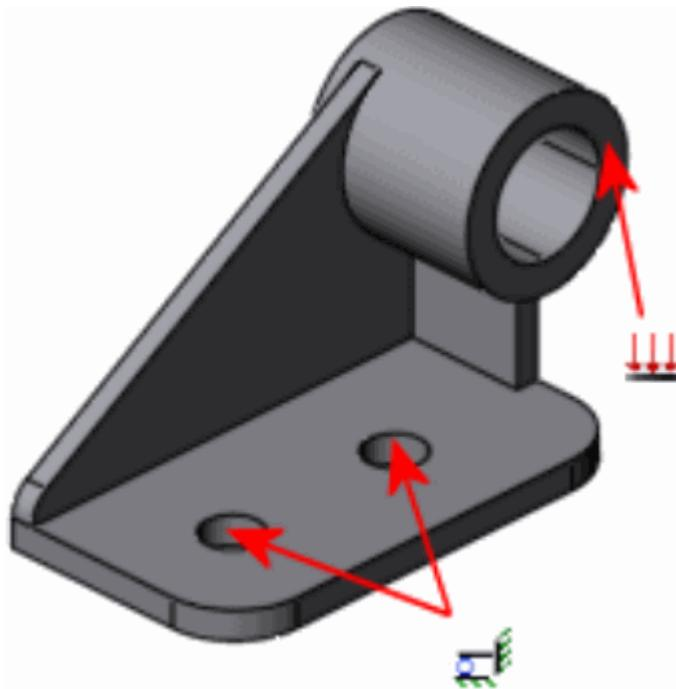

Рис. 2.1. Обмеження і тиск у деталі
- **Тиск** 6,9 Н/мм² (МПа) на поверхні, як показано на рис.2.1.
- Обмеження **Нерухома** (немає переміщення) на двох циліндрических поверхнях (отворах), як показано на рис.2.1.